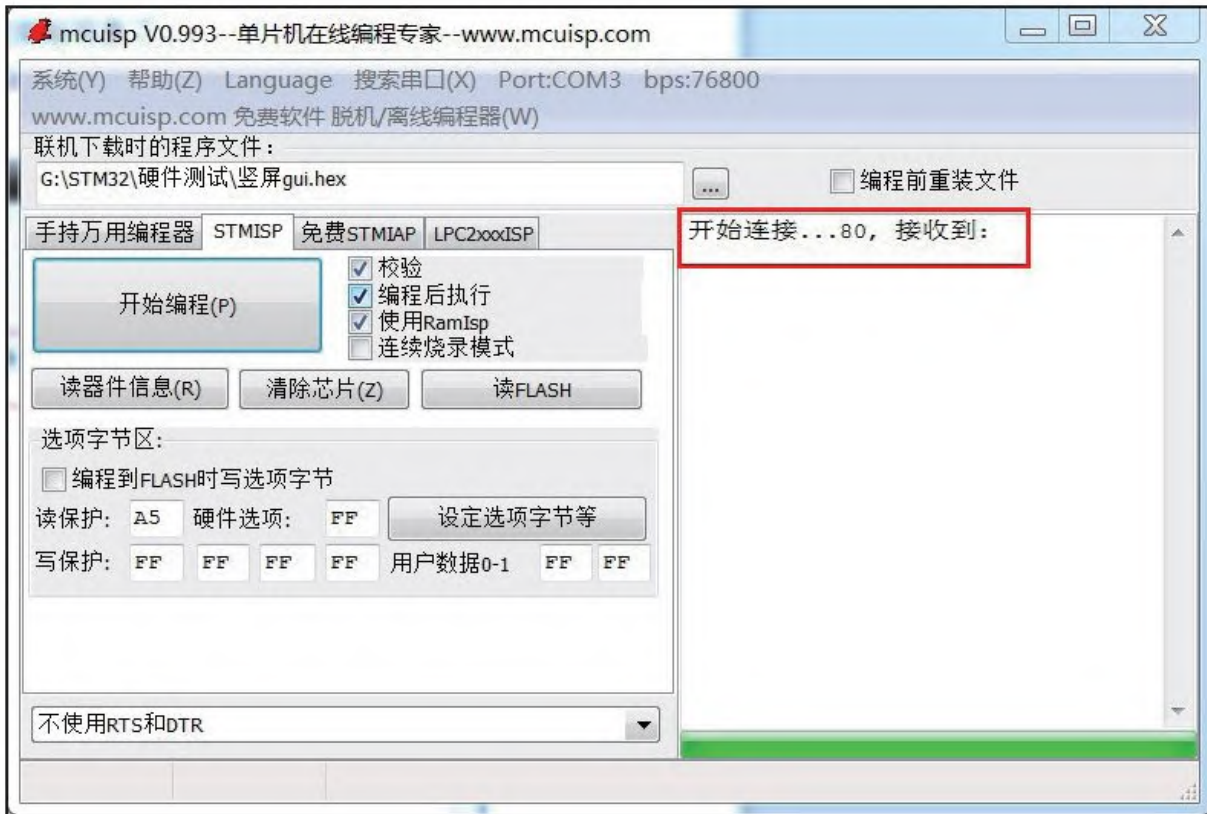

图 3-42 ISP下载失败界面
7) 在我们点击“开始编程”按钮时, 有时还会出现mcuisp一直处于连接的状态, 导致程序下载不了, 见图3-42。解决的方法是按一下开发板中的“复位”按钮。